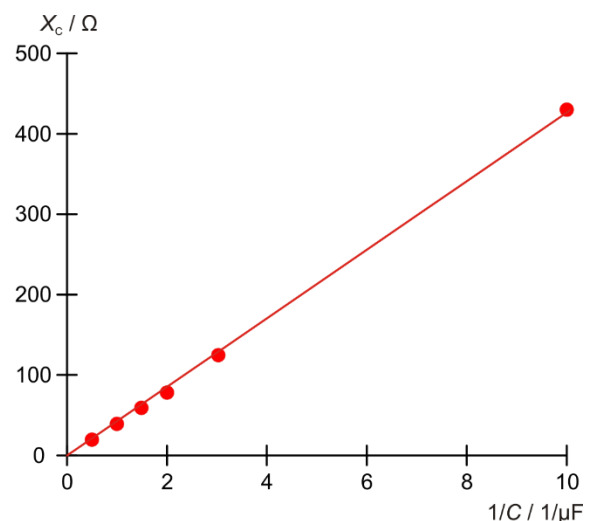
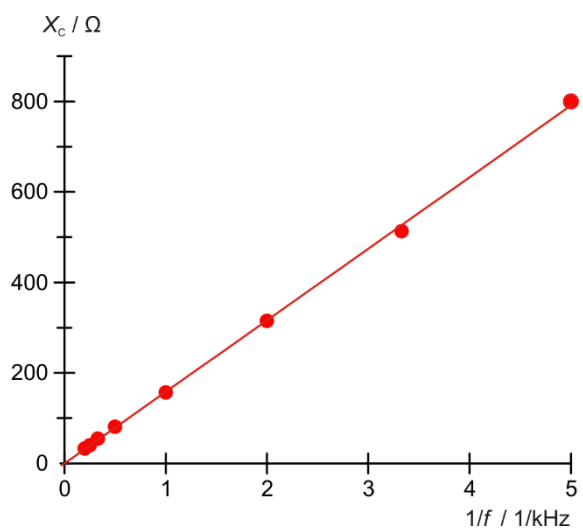

Fig. 4: Resistenza capacitiva X_C come funzione del reciproco della capacità C .
Fig. 5: Resistenza capacitiva X_c come funzione del reciproco della frequenza f .
- Applicare le resistenze capacitive X_C ai valori reciproci della capacità (Tab. 1, Fig. 4) e frequenza (Tab. 2, Fig. 5).